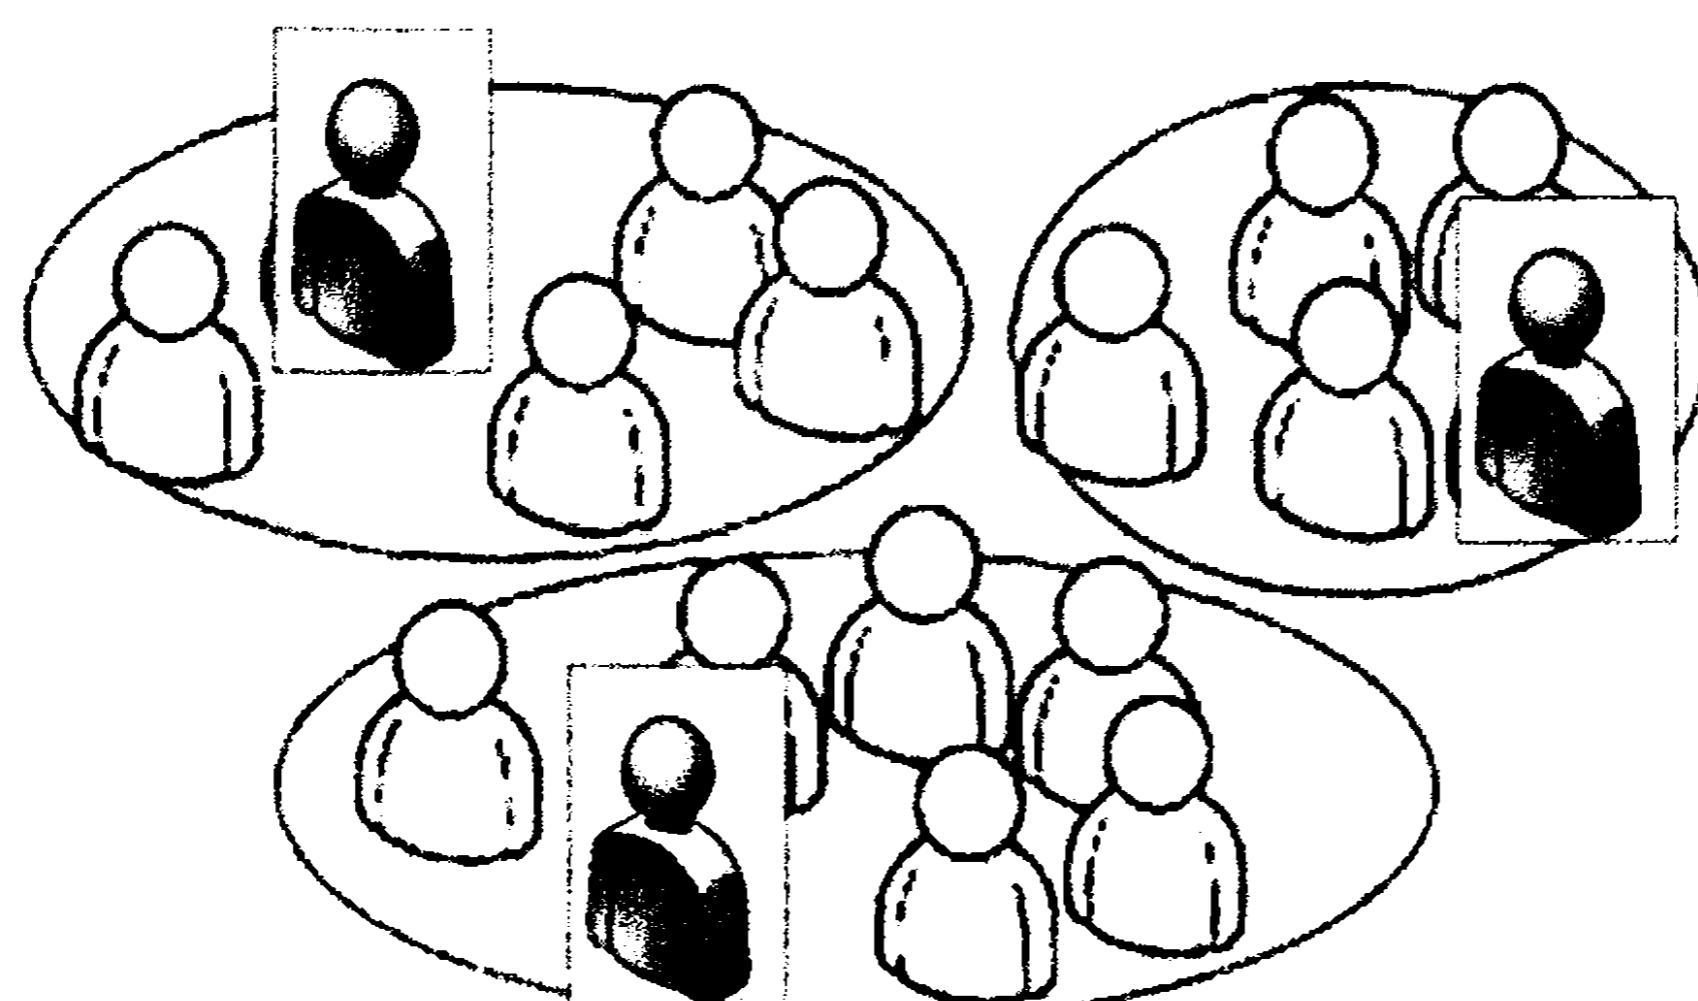

Рис. 2.1. Разбиение организации на команды *Scrum*
1. Необходимо разделить организацию, занятую выполнением проекта, на небольшие универсальные, самоорганизующиеся команды, где каждый участник является высококлассным специалистом (рис. 2.1).
2. Выделить человека из состава команды (скрам-мастера), который будет отвечать за соблюдение процессов в команде и конструктивную атмосферу (рис. 2.1).